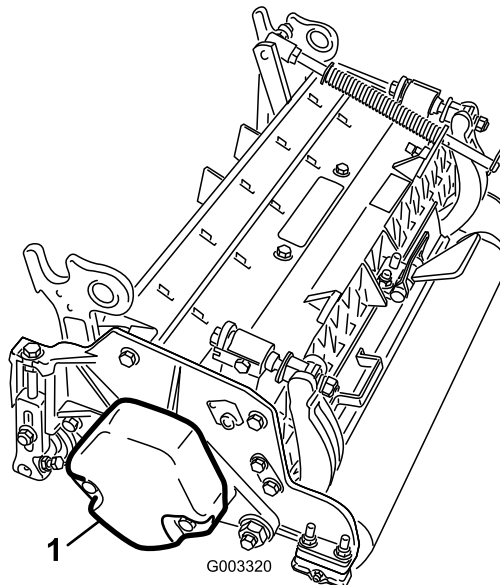

Figura 4
4. Il contrappeso (Figura 4) deve essere montato dal lato giusto di ciascun elemento di taglio, come descritto nel *Manuale dell'operatore* degli elementi di taglio.